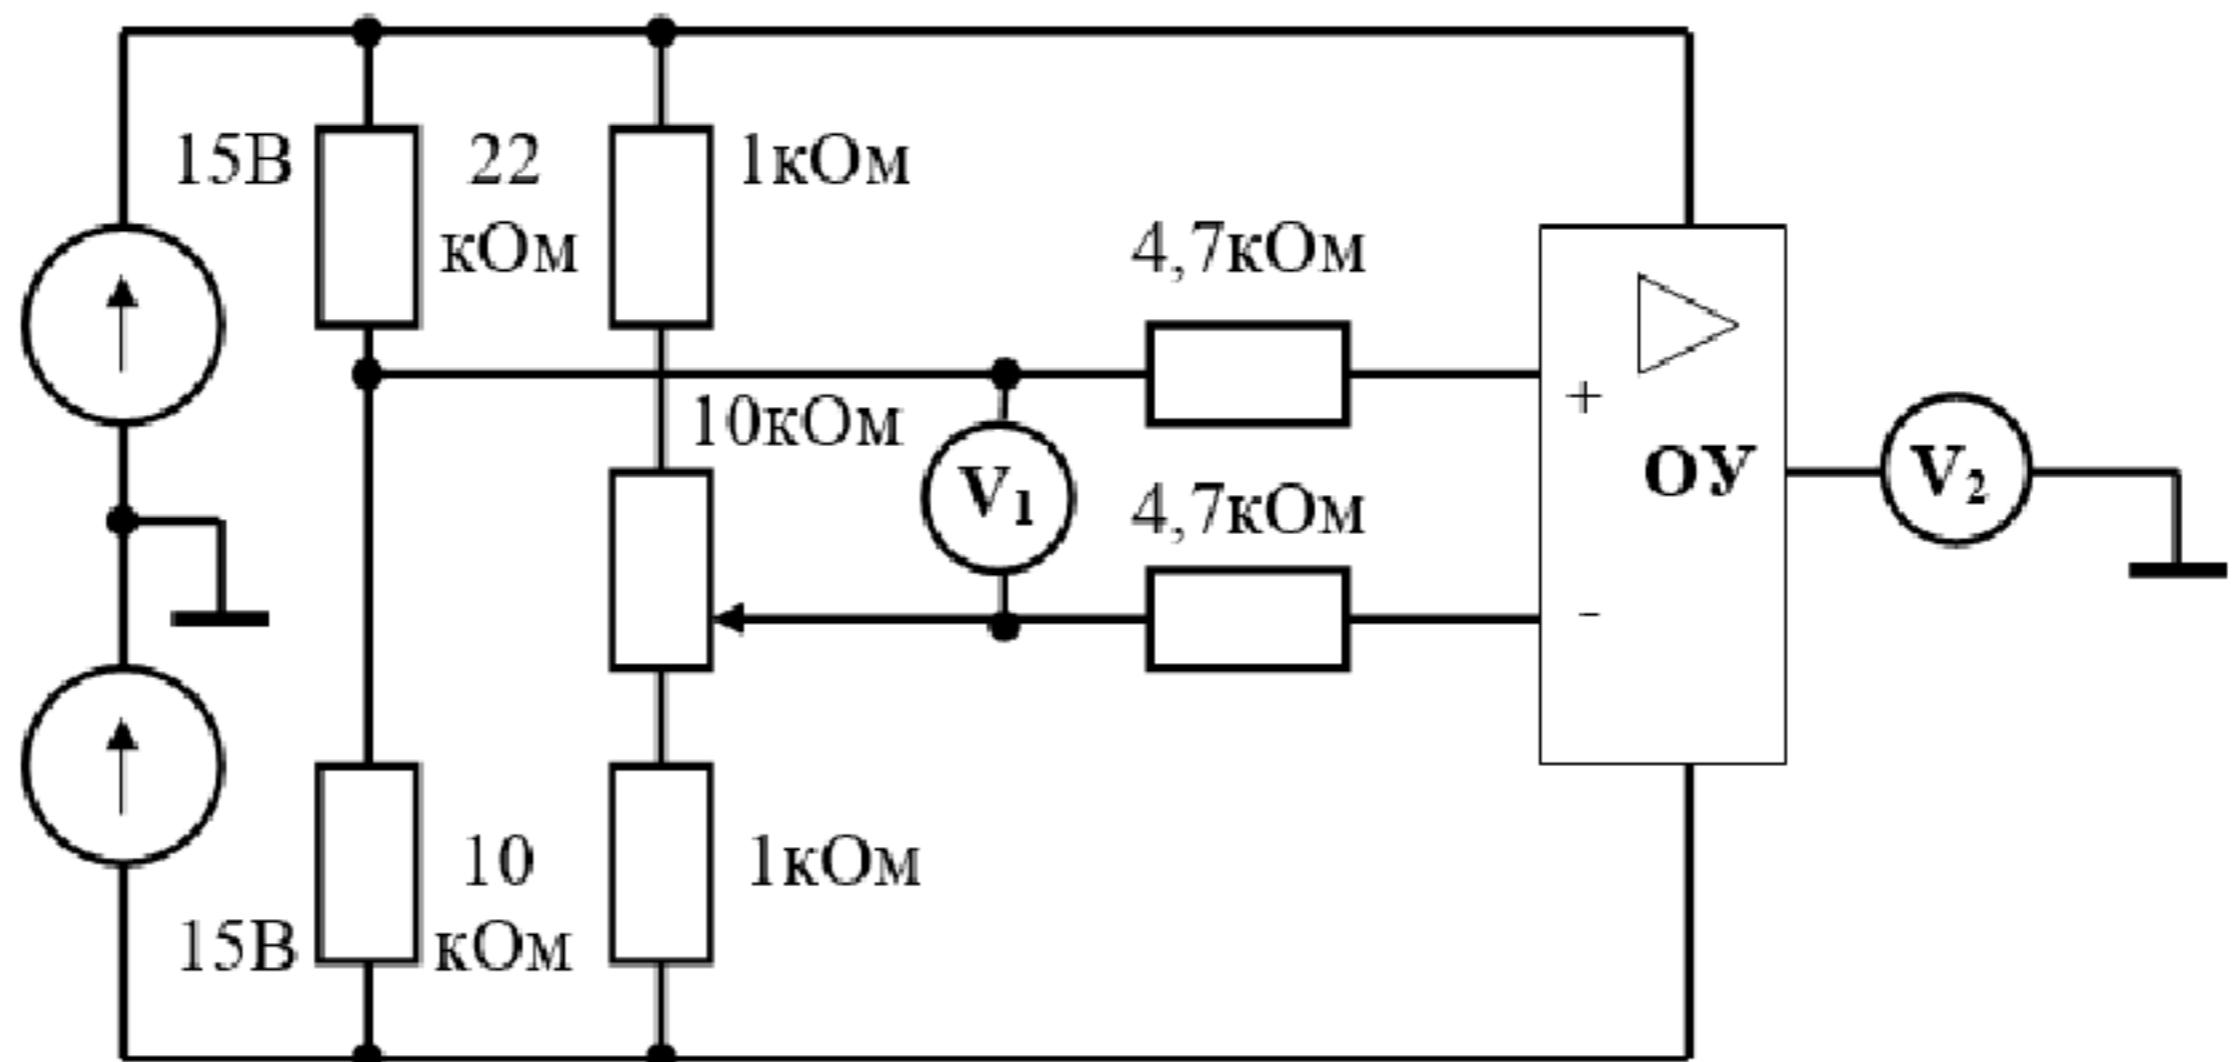

Рисунок 10.1 – Схема компаратора
2. Собрать схему компаратора (рис. 10.1). Подать напряжение питания, изменением положения рукоятки потенциометра установить нулевое напряжение между входами ОУ. Подавая незначительное напряжение между входами ОУ перемещением рукоятки потенциометра, убедиться, что при изменении его знака напряжение на выходе усилителя тоже меняет знак, принимая при этом максимально возможные значения, близкие к напряжению питания.